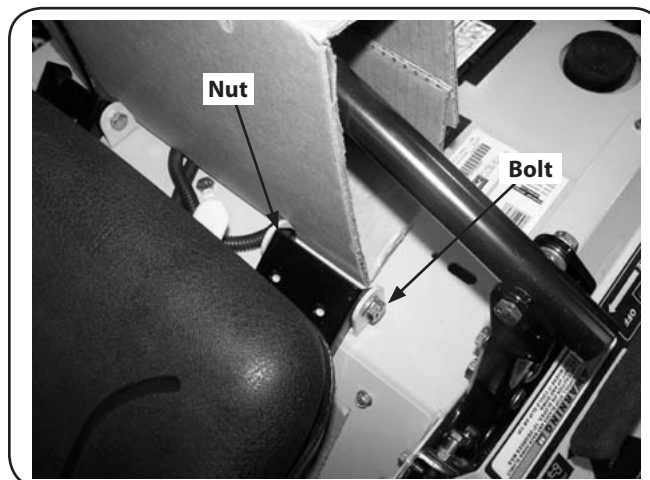

Figure 1-2
2. Enlevez les deux boulons à épaulement, écrous et les entretoises qui se trouvent sur la siège, comme à la Figure 1-2.